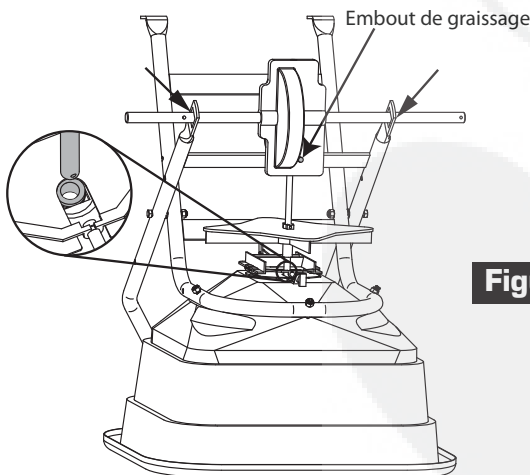

Figure 2
2. Insérez l'assemblage de l'essieu dans les trous carrés du support de l'essieu, comme illustré dans la figure 2.